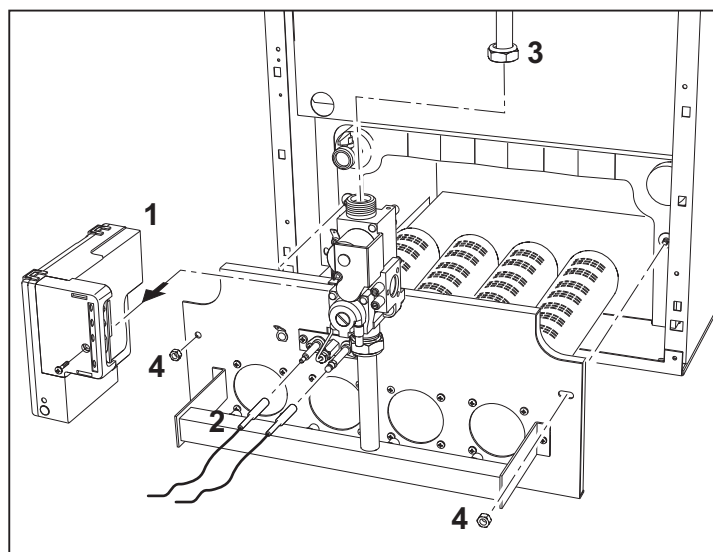

fig. 22
2. Quitar la centralita electrónica de mando. 1 de la válvula del gas (fig. 22).